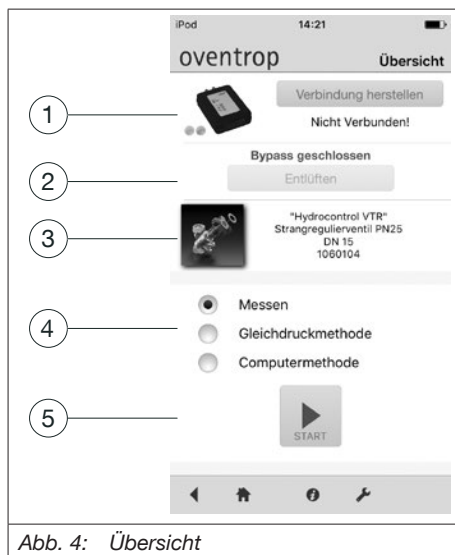

Abb. 4: Übersicht
- Nachdem der Entlüftungsvorgang abgeschlossen ist, wählen Sie die gewünschte Methode (siehe Abb. 4 auf Seite 6).